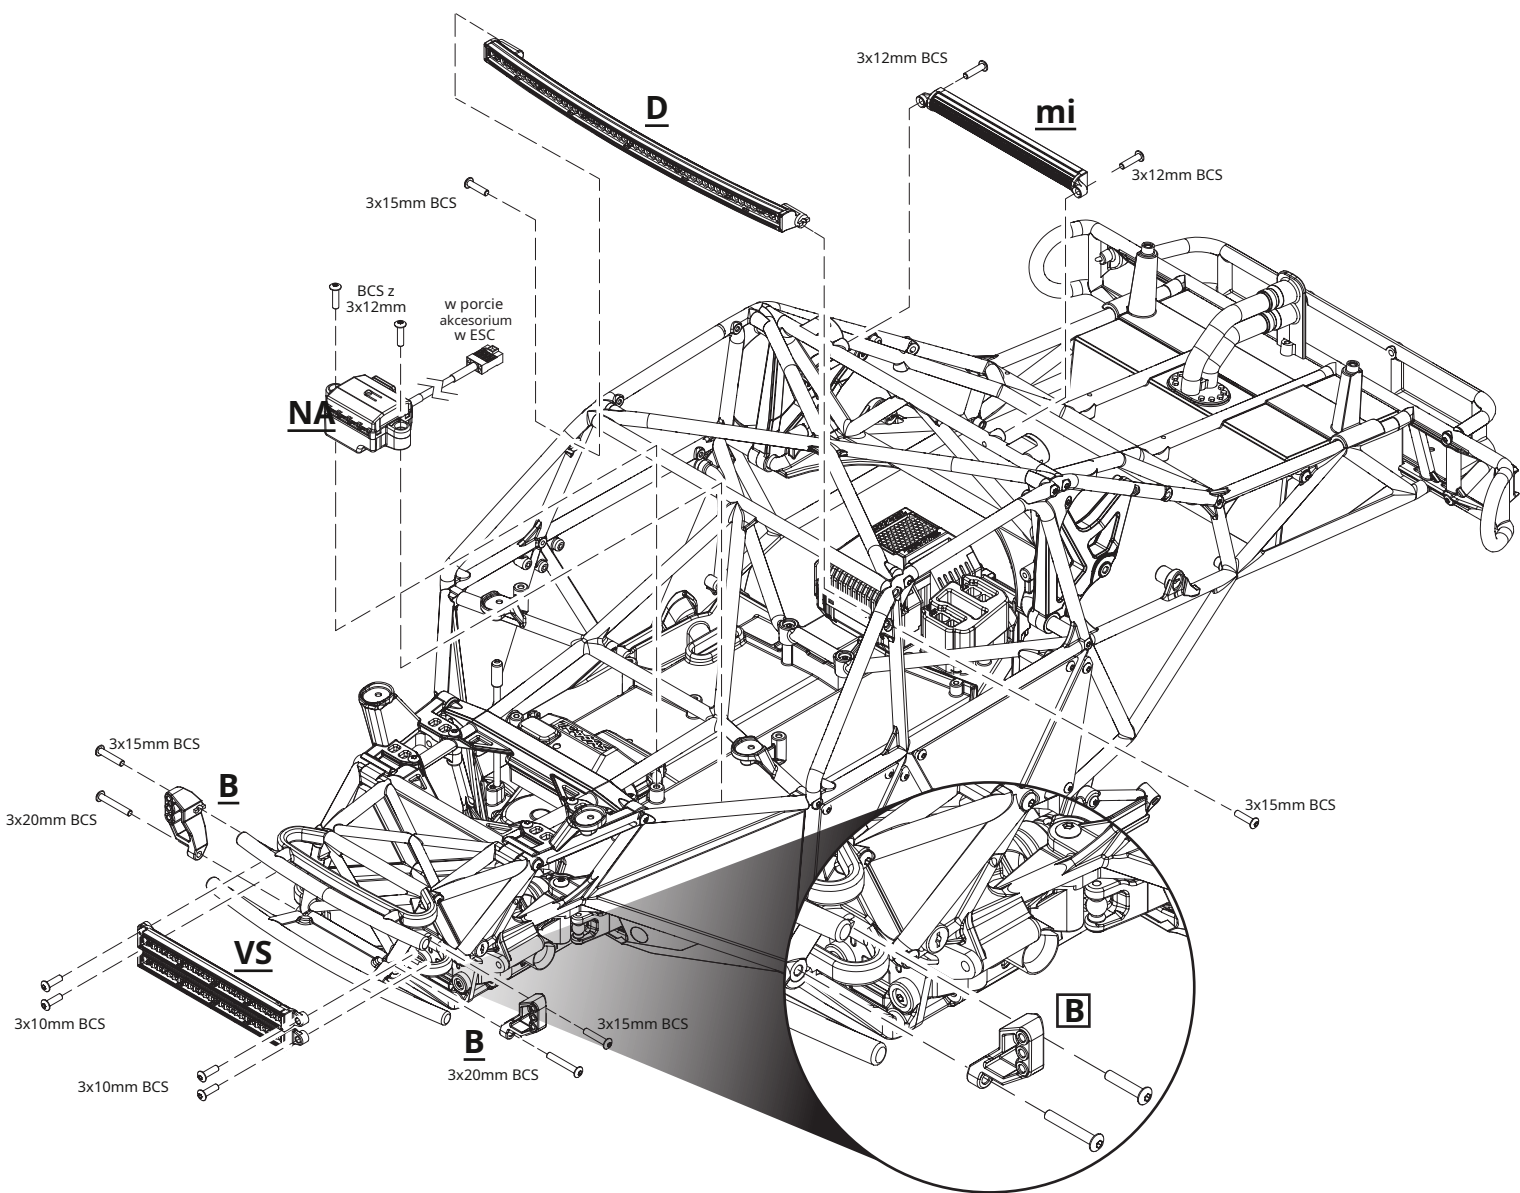
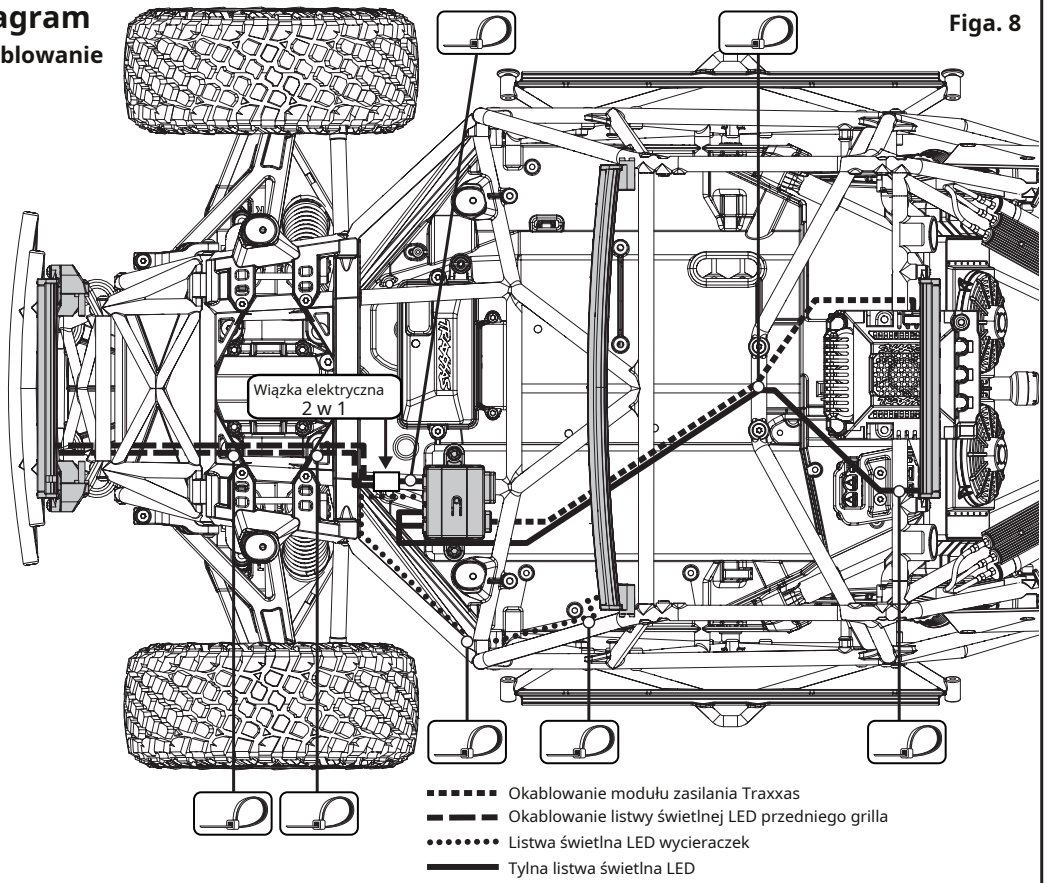

Fig. 4
Fig. 8
1. Zamontować wzmacniacz mocy wysokiego napięcia (A) po lewej stronie podwozia pojazdu (dwa bloki montażowe na górze komory baterii). Upewnij się, że złącza wzmacniacza są skierowane w stronę przodu pojazdu. Zamocuj je za pomocą śrub z łbem okrągłym 3 x 12 mm (2). Patrz schemat montażowy (Rys. 4) i schemat okablowania (Rys. 7).
1. Aby zainstalować zestawy oświetlenia LED, zapoznaj się ze schematem montażowym (rys. 4) i schematem elektrycznym (rys. 8).
2. Wspornik paska świetlnego LED kratki (B) można zainstalować za pomocą dołączonego sprzętu.
3. Listwę świetlną LED na grillu (c), listwę świetlną LED wycieraczek (D) i tylną listwę świetlną LED (E) można zainstalować za pomocą dołączonego osprzętu.